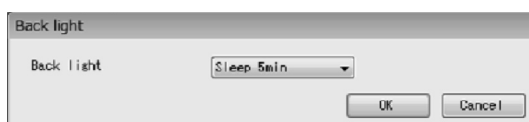

図91
- ① メニューの「Setup(S)」>「LCD」>「Back light」をクリックします。
② 次のウィンドウ(図91)が表示されます。ここではバックライトのON/OFF及び点灯時間を設定します。